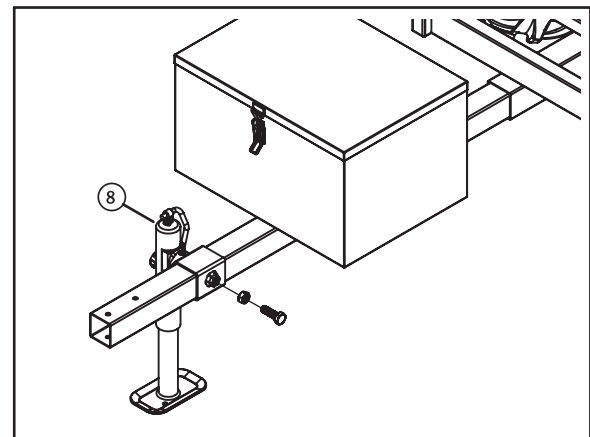

Fig. 7
Étape 11 : Installez le vérin de mise à niveau. Installez le vérin de mise à niveau (8) sur la barre de remorquage et faites-le glisser suffisamment près du coffre de rangement hydraulique (6) pour laisser suffisamment d'espace pour actionner la manivelle du cric. Serrez le boulon sur le côté (Fig. 7), puis serrez le contre-écrou pour empêcher le boulon de se desserrer et pour le fixer solidement en place.